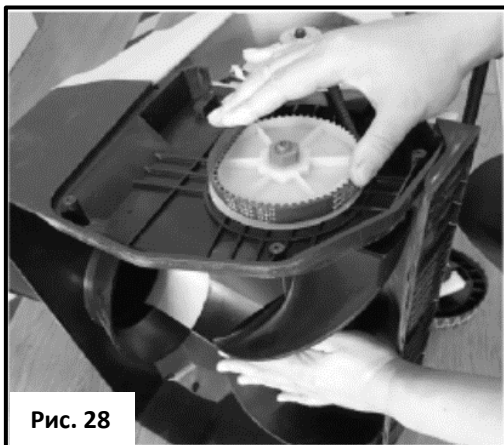

Рис. 28
- Удерживая ремень правой рукой, левой рукой поверните шкив вперед так, чтобы шкив шнека повернулся по часовой стрелке (см. рис. 28).